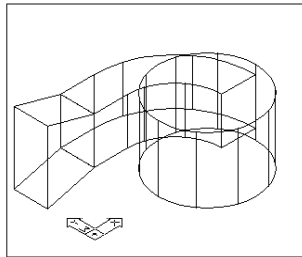
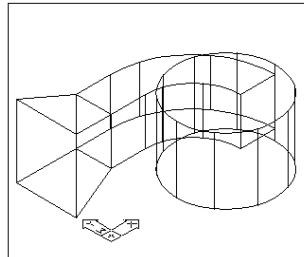

图 18-28
图 18-29
(8) 对面进行锥化处理。单击  按钮。对上述长方体的四个侧面进行锥角处理。处理角度为 15°, 结果如图 18-28 和图 18-29 所示。
(9) 圆角处理。单击  按钮或者在命令行直接输入 fillet。